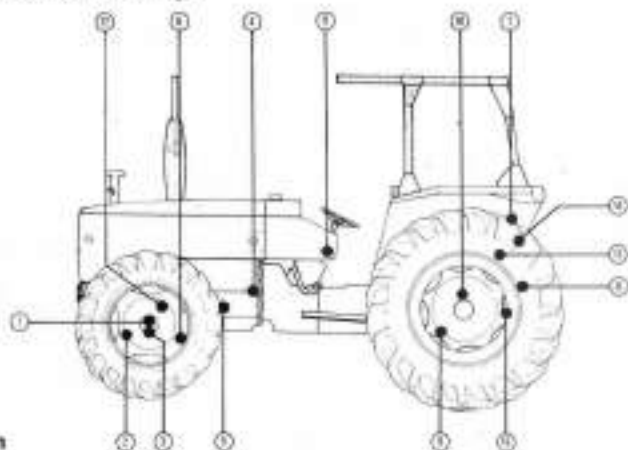

Fig. 31
**Toutes les 50 heures:** graisser les bielles de relevage (2-3 fig. 17), les douilles de l'arbre de relevage (15 fig. 31) et le levier de réglage de la bielle de relevage droite (14 fig. 17).